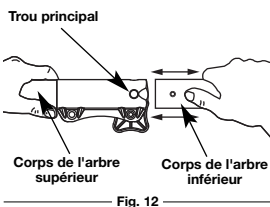

Fig. 12
- Tenez fermement le corps de l'arbre supérieur et retirez l'accessoire de coupe ou autre du coupleur EZ-LinkMC (Fig. 12).